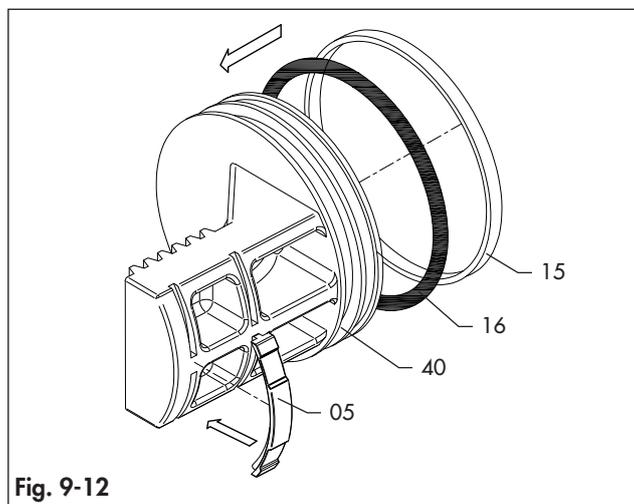
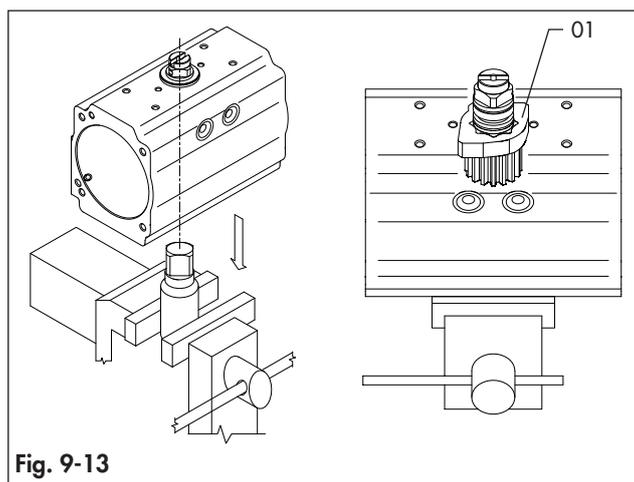
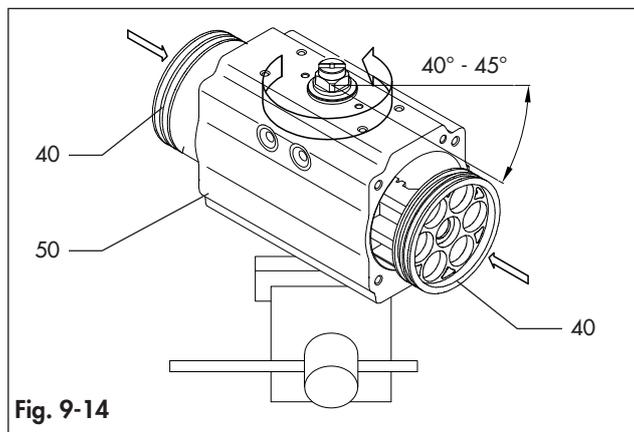

Fig. 9-12
Fig. 9-13
Fig. 9-14
Fare riferimento alle Fig. 9-1, Fig. 9-12, Fig. 9-13 e Fig. 9-14.
- Lubrificare e posizionare sui pistoni (40) gli o-ring (16), le guide posteriori dei pistoni (05) e le fasce di scorrimento (15).
- Lubrificare le superfici interne del corpo (50) e la cremagliera dei pistoni (40).
- Inserire la connessione femmina del pignone (60/60.1) in un giunto opportunamente fissato. (Fig. 9-13)
- Assicurarsi che l'octi-cam (01) sia nella posizione corretta come da Fig. 9-13.
- Ruotare il corpo (50) di circa 40°- 45° in senso orario visto dall'alto, come mostrato nella Fig. 9-14.
- Inserire e premere i due pistoni (40) contemporaneamente all'interno del corpo (50) fino a che i pistoni stessi non siano ingaggiati.
- Ruotare, quindi, il corpo (50) in senso antiorario visto dall'alto, fino al completamento della corsa.